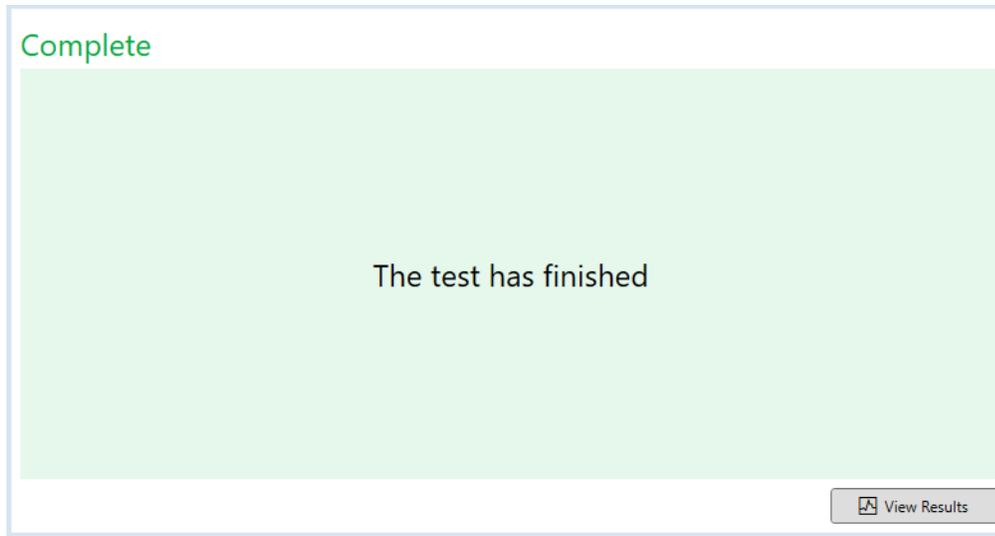

Figure 14. Écran de fin de BG Analytics®
- 8. Une fois le test terminé dans tous les puits, le BGA passe automatiquement à l'écran **Complet** et affiche « Le test est terminé » (comme le montre la Figure 14).